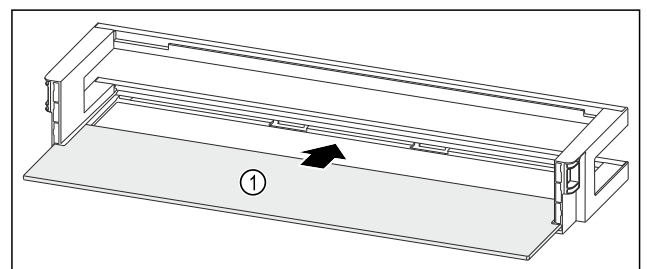

Fig. 121 Türabsteller mit Abstellfläche
- ▶ Abstellfläche Fig. 121 (1) in die seitlichen Einsparungen einschieben.